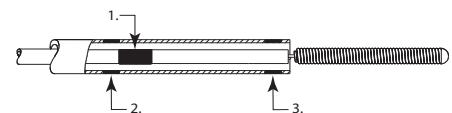

Figure 2
- Continuer à avancer la spirale détachable Axium™ Prime jusqu'à ce que le marqueur d'alignement de la spirale du dispositif d'insertion d'implant soit immédiatement en distalité du marqueur proximal du microcathéter (consulter la Figure 2).